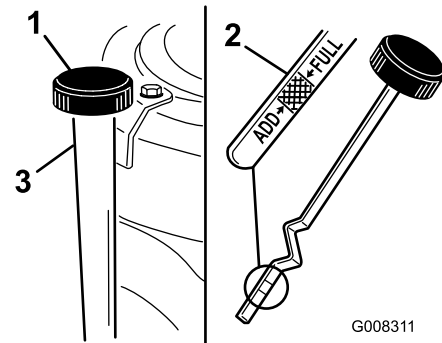

Figura 23
7. Limpie alrededor de la varilla (Figura 23) para impedir que caiga suciedad por el orificio de llenado y cause daños en el motor.
8. Desenrosque la varilla y limpie el extremo metálico (Figura 23).
9. Enrosque la varilla de aceite a fondo en el tubo de llenado (Figura 23).
11. Limpie alrededor de la varilla y desenrosque el tapón (Figura 23).
12. Vierta lentamente aproximadamente un 80% del aceite de motor por el tubo de llenado (Figura 23). Consulte Mantenimiento del aceite del motor.